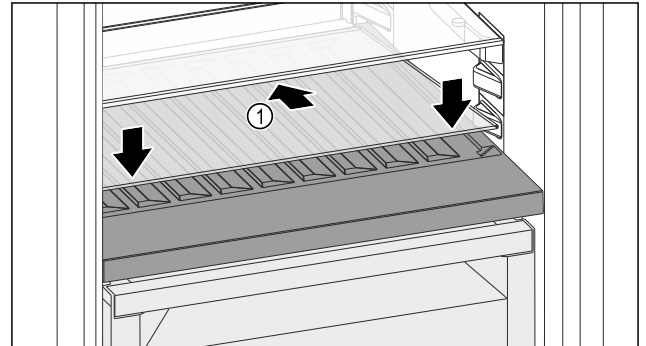

Fig. 107
- Glasplatte Fig. 107 (1) schräg und nach hinten unten geneigt ansetzen.
- Glasplatte Fig. 107 (1) vorne absenken.